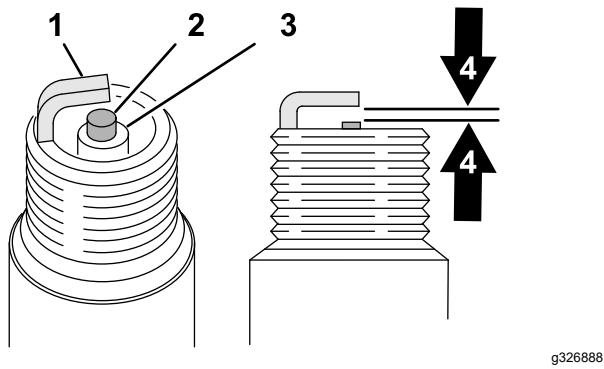

Bild 39
- Stellen Sie den Luftspalt (Bild 39) zwischen der Mittelelektrode und der Seitenelektrode auf 0,76 mm ein.